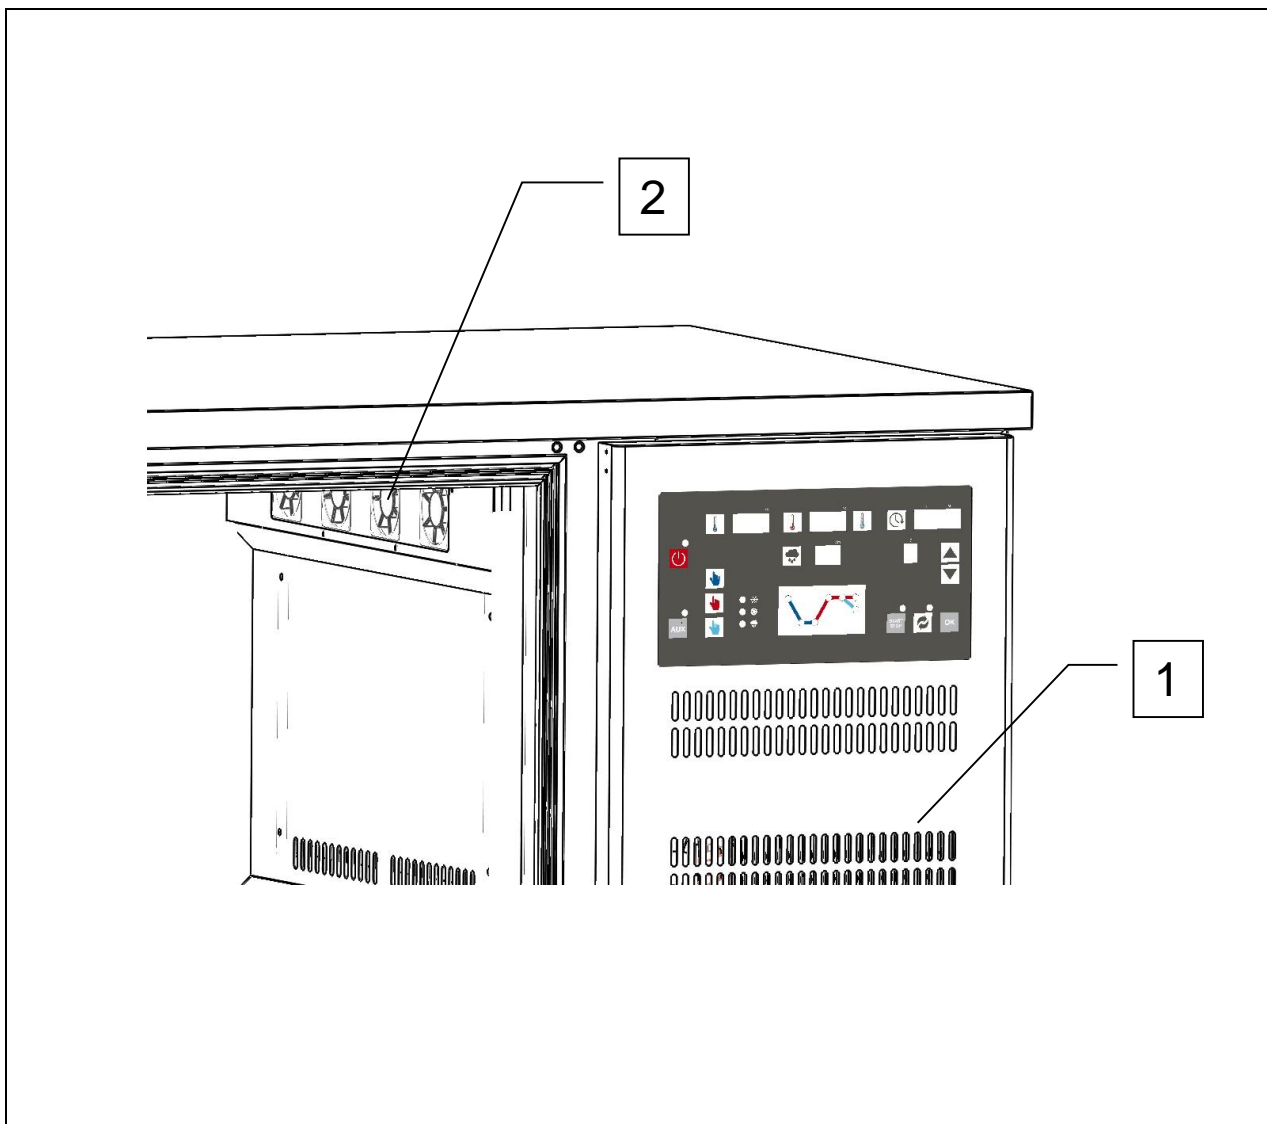

Fig. 5
- Pannello frontale a copertura dell'unità condensatrice (rif. 1, fig. 5);
- Griglie interne a copertura delle ventole evaporatore (rif. 2, fig. 5).